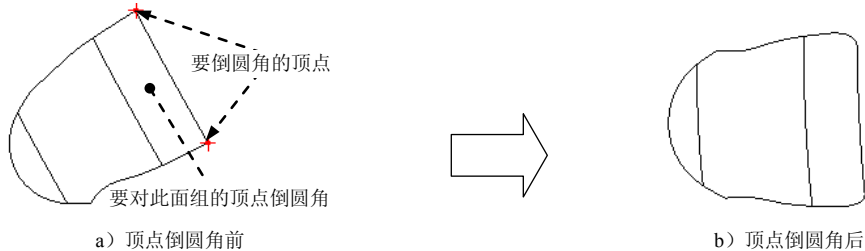

图 6.3.8 用“顶点倒圆角”选项修剪面组
选择下拉菜单 **插入(I)** → **高级(A)** → **顶点倒圆角(V)...** 命令, 可以创建一个圆角来修剪面组, 如图 6.3.8 所示。
Step3. 在系统提示“选取要修剪的基准面组。”的提示下，选取图 6.3.8 中要修剪的面组。
Step4. 此时系统提示“选取要倒圆角/圆角的拐角顶点。”，按住 Ctrl 键不放，选取图 6.3.8 中的两个顶点并单击“选取”对话框中的“确定”按钮。